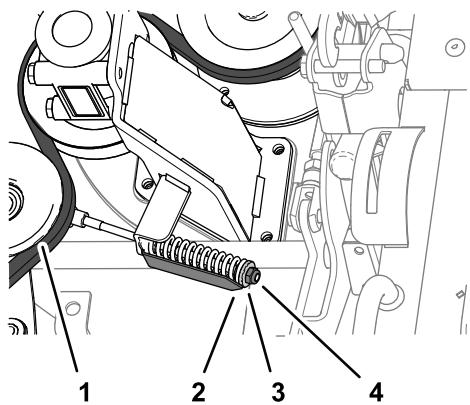

Figure 133
4. Desserrez l'écrou de blocage du tendeur de courroie jusqu'à ce que vous puissiez déchausser la courroie de la poulie de tension (Figure 133).
2. Serrez l'écrou de blocage jusqu'à ce que la flèche de l'indicateur de tension soit alignée sur la surface extérieure de la rondelle (Figure 133).